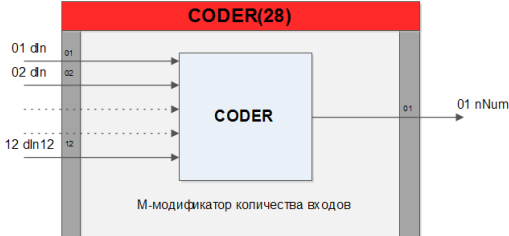

Рисунок 5.28.1 - Функциональная схема блока CODER(28)
Функциональный блок (рисунок 5.28.1) применяется для преобразования набора из нескольких (до 12) дискретных сигналов в один числовой сигнал. В частности, алгоритм применяется в тех случаях, когда по интерфейсу необходимо передать несколько дискретных сигналов. Шифрация позволяет передать несколько (до 12) дискретных сигналов в виде одного пакета, и, тем самым, повысить скорость обмена цифровой информации. Алгоритм шифрации CODER(28) применяется в сочетании с алгоритмом дешифрации DECODER.